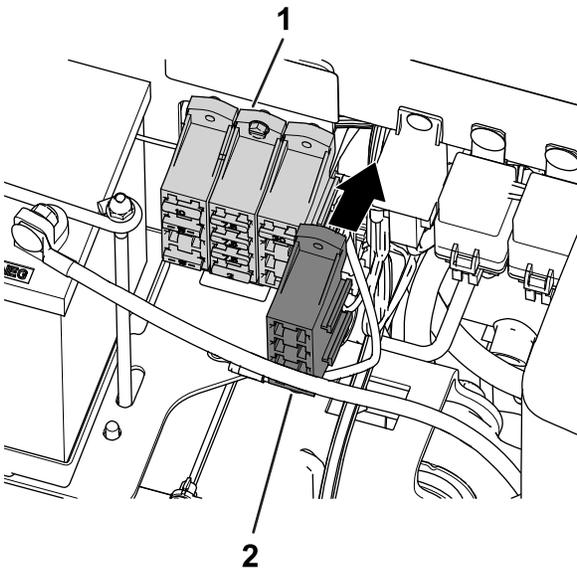

Bild 7
2. Befestigen Sie den Sicherungskasten des Kits am Sicherungskasten der Maschine (Bild 7).